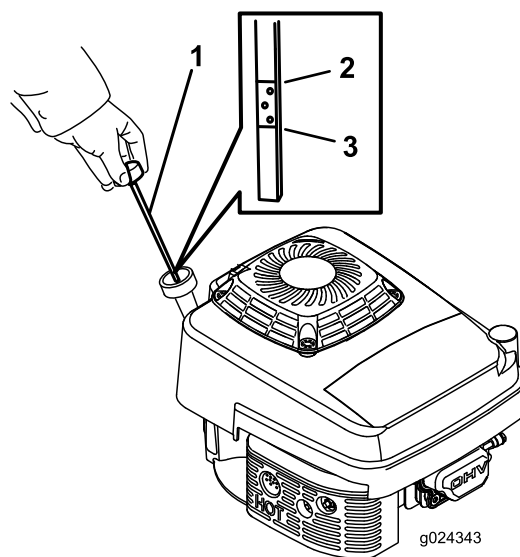

Figura 8
Antes de cada utilização, assegure que o nível de óleo se encontra entre as marcas Add e Full na vareta (Figura 8).
2. Limpe em redor da vareta (Figura 8).